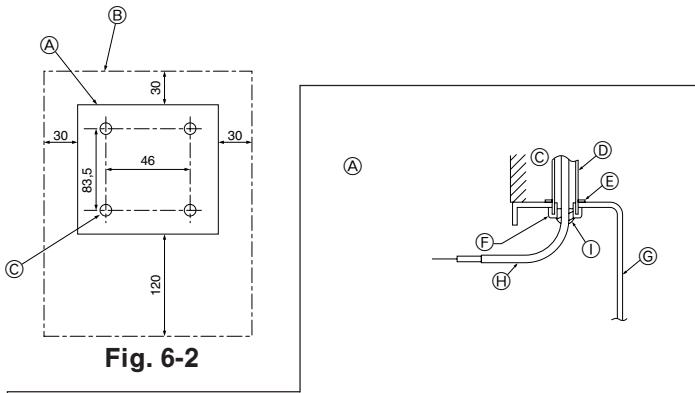

Fig. 6-2
(1) Επιδέξτε το σημείο τοποθέτησης του τηλεχειριστηρίου. (Fig. 6-2)